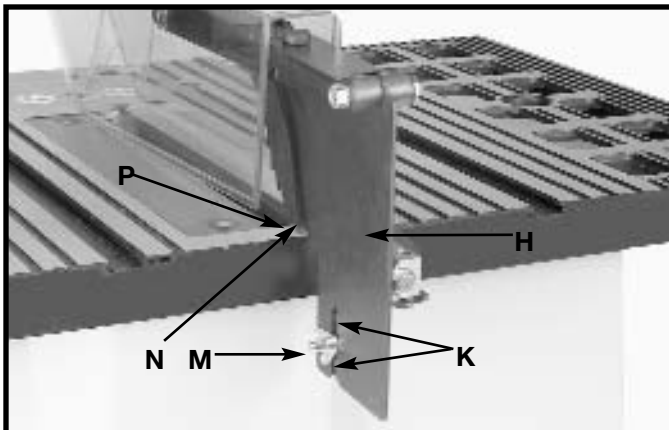

Fig. 15
AVISO: Antes de apretar la tuerca de mariposa (M), asegúrese de que haya una abertura de por lo menos 1/8 pulg. entre el borde inferior del hendidor (N) y la superficie superior de la mesa (P), y que las protuberancias (K) Fig. 15 estén dentro de la ranura del ensamblaje del hendidor (H).